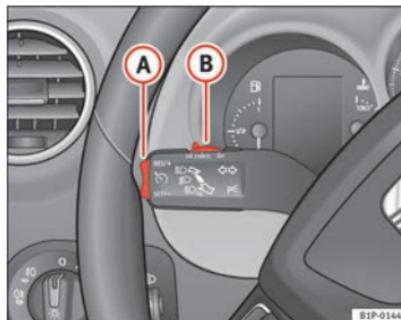

Fig. 131 Leva degli indicatori di direzione e degli abbaglianti: interruttore e tasto di comando del regolatore di velocità
- Spostare verso sinistra l'interruttore ⇒ fig. 131 (A), posizionandolo su **ON**.